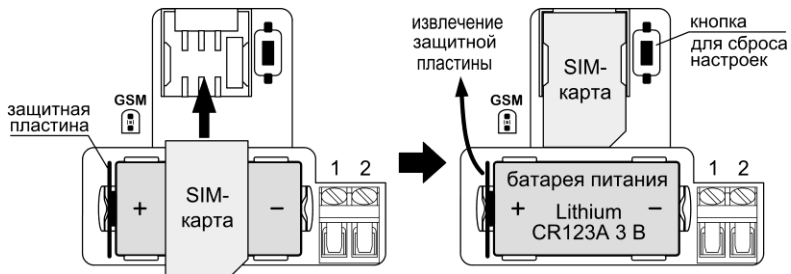

Рис.3 Установка SIM-карты, включение питания - извлечение защитной пластины
2. Убедитесь, что SIM-карта установлена в соответствии с рис.3, либо установите SIM-карту (если не установлена) в держатель на плате извещателя: контактами к держателю, срезом – как показано на рис.3.
3. **Включите питание извещателя** – извлеките защитную пластину из контакта батареи питания (см. рис.3) или установите батарею питания, соблюдая полярность (если она была извлечена).
2. Убедитесь, что SIM-карта установлена в соответствии с рис.3.
3. Нажмите кнопку для сброса настроек (рис.3) и удерживая её, включите питание извещателя (извлеките защитную пластину из контакта батареи питания или установите батарею питания соблюдая полярность).